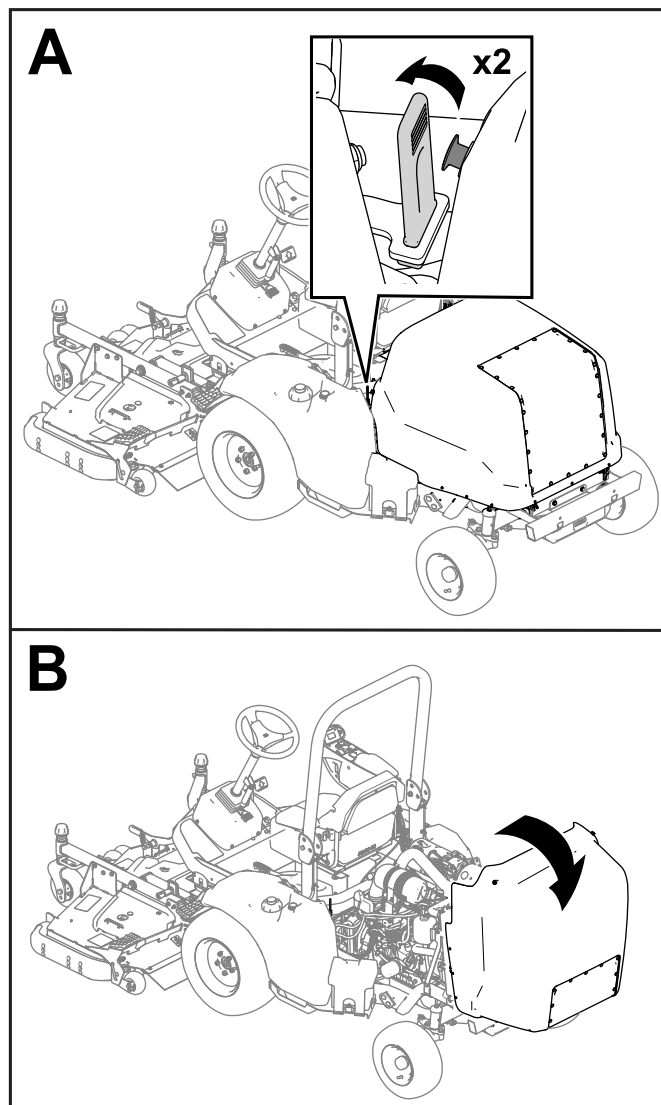

Bild 29
9. Öffnen Sie die Motorhaube (Bild 29).